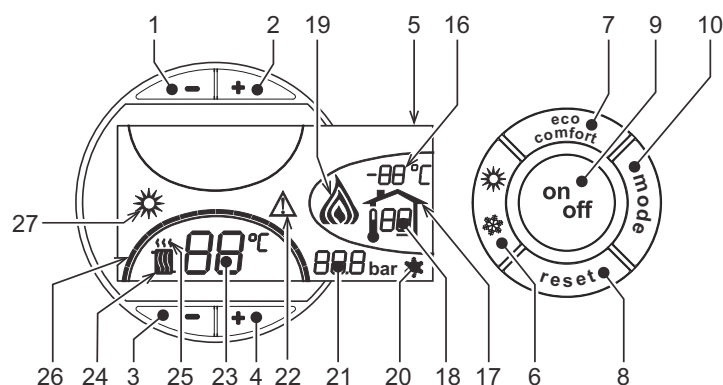
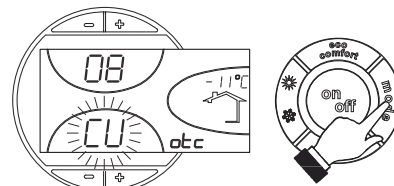
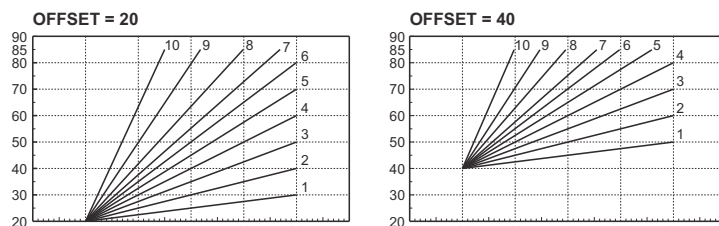

fig. 1 - Panneau de contrôle
fig. 9 - Courbe de compensation
fig. 12 - Exemple de déplacement parallèle des courbes de compensation
Appuyer 1 seconde sur la touche **on/off** (rep. 9 - fig. 1).
Pour rallumer la chaudière, appuyer à nouveau 1 seconde sur la touche **on/off** (rep. 9 - fig. 1).
- Appuyer sur la touche ON/OFF (9 - fig. 1)
Appuyer sur la touche **été/hiver** (rep. 6 - fig. 1) pendant 1 seconde.
L'afficheur montre le symbole Été (rep. 27 - fig. 1) : la chaudière ne fournira que de l'eau chaude sanitaire. Le système hors-gel reste actif.
Pour désactiver le mode Été, appuyer à nouveau sur la touche **été/hiver** (rep. 6 - fig. 1) pendant 1 seconde.
Pour régler la température entre 30° C (minimum) et 80° C (maximum), agir sur les **tou- ches du chauffage** (rep. 3 et 4 - fig. 1).
Pour régler la température entre 10 °C (minimum) et 65 °C (maximum), agir sur les tou- ches eau chaude sanitaire +/- (rep. 1 et 2 - fig. 1).
Lorsqu'une sonde extérieure (option) est installée, l'afficheur du tableau des comman- des (rep. 5 - fig. 1) montre la température extérieure actuelle mesurée par la sonde. Le système de régulation de la chaudière travaille en mode "température évolutive". Dans ce mode, la température de l'installation chauffage est régulée en fonction des condi- tions climatiques extérieures de manière à garantir un confort élevé et une économie d'énergie pendant toute l'année. En particulier, lorsque la température extérieure augmen- te, la température de départ installation diminue selon une courbe donnée "de compen- sation".
Avec le réglage évolutif, la température programmée à l'aide des touches chauffage +/- (rep. 3 et 4 - fig. 1) devient la température maximum de départ installation. Il est con- seillé de régler la valeur maximale pour permettre au système de réguler la température sur toute la plage utile de fonctionnement.
Appuyer une fois sur la touche **mode** (rep. 10 - fig. 1) pour afficher la courbe de compen- sation actuelle (fig. 9). Il est possible de la modifier à l'aide des **touches eau chaude sanitaire** (rep. 1 et 2 - fig. 1).
Appuyer sur les touches **chauffage** (rep. 3 et 4 - fig. 1) pour passer au déplacement parallèle des courbes (fig. 12), qui peut être modifié à l'aide des **touches eau chaude sanitaire** (rep. 1 et 2 - fig. 1).
Réappuyer sur la touche **mode** (rep. 10 - fig. 1) pour quitter le mode de réglage des courbes parallèles.
Si la chaudière est reliée à la chronocommande à distance (option), les régle- ges ci-dessus seront gérés comme indiqué dans le tableau tableau 1. De plus, l'afficheur du panneau de commande (rep. 5 - fig. 1) montre la température am- biente actuelle, mesurée par la chronocommande à distance.
Sélection Eco/Confort	En désactivant l'eau chaude sanitaire à partir du menu de la chronocommande à distance, la chaudière se place en mode Economy. Dans cette condition, la touche 7 - fig. 1 sur le panneau de la chaudière est désactivée. En activant l'eau chaude sanitaire à partir du menu de la chronocommande à distance, la chaudière sélectionne le mode Confort. Dans cette condition, il est possible de sélectionner un des deux modes à l'aide de la touche 7 - fig. 1 du panneau de la chaudière.